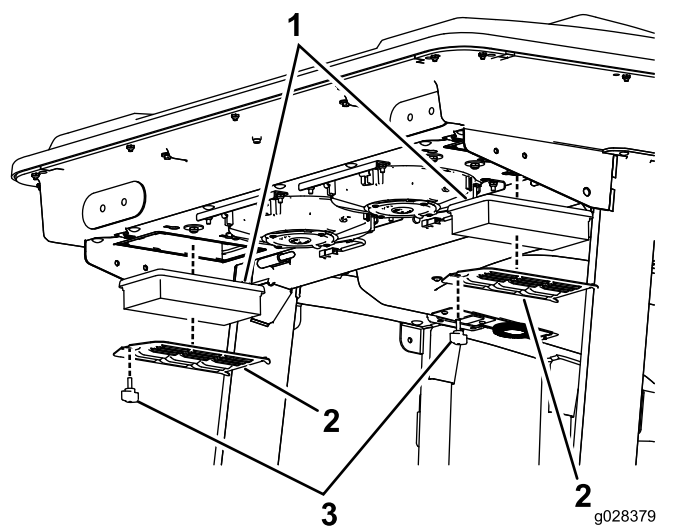

**Figure 133**
1. Retirez les vis et les grilles des filtres à air intérieur et arrière de la cabine (Figure 133 et Figure 134).